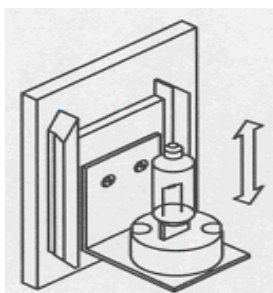

Abbildung 6-5 Wechseln der Birne
3. Nehmen Sie die beschädigte Lampe raus und setzen Sie eine Neue ein. Siehe Abbildung 6-5.